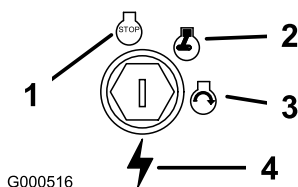

Figura 12
3. Gire la llave de contacto a Desconectado (Figura 12).